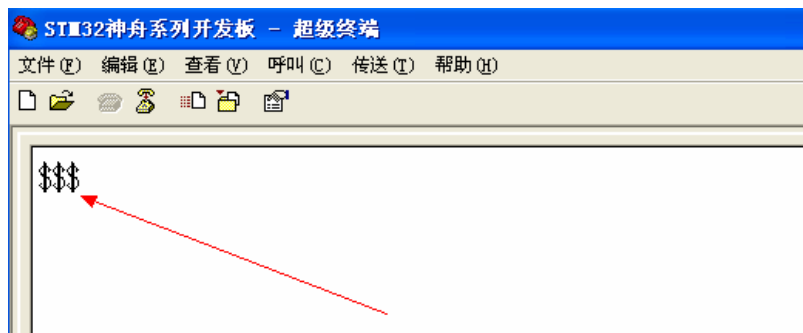

图 5-66 打印我们的数据信息
- 6) 最后把例程序下载到开发板里，然后按一下开发板复位或者重新上电，就会打印出“\$”的字符，一会打印一个，恭喜发财哦！如图 5-66 所示